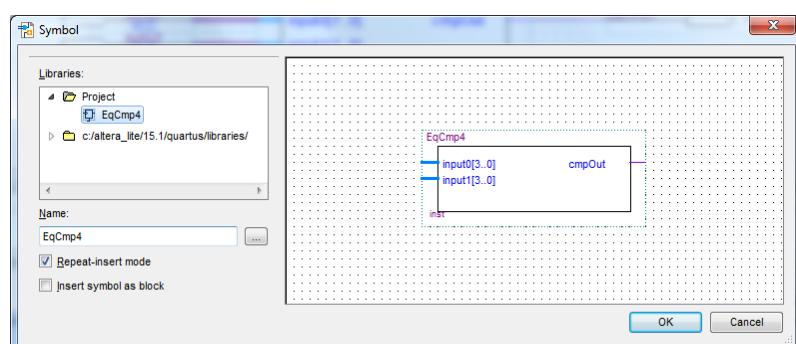
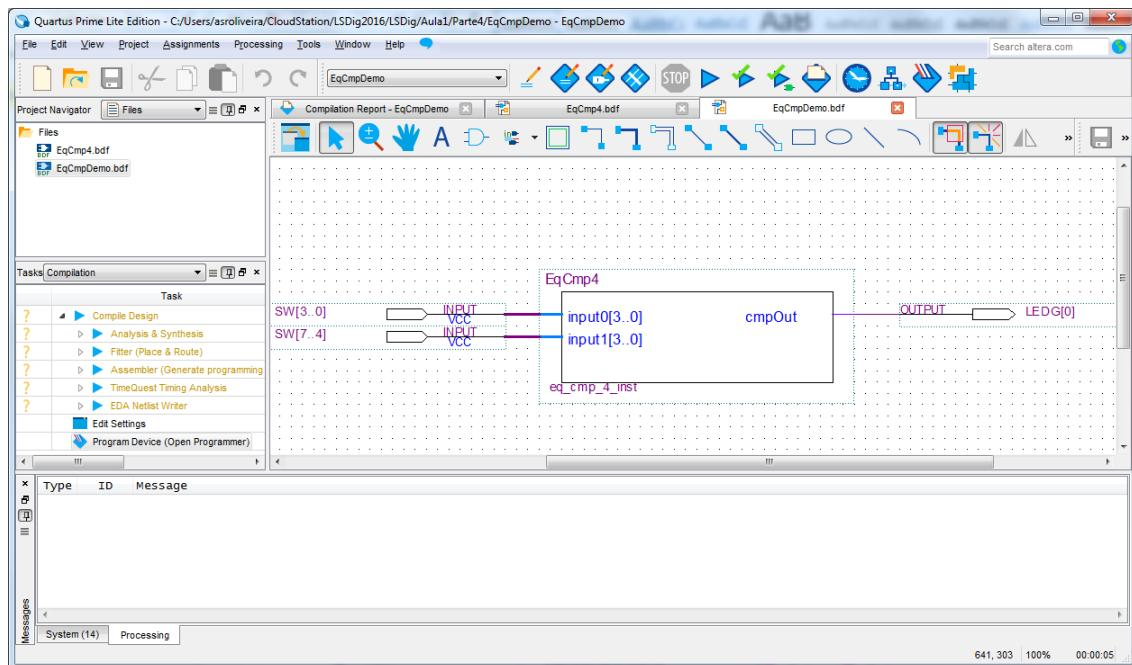

Figura 63 – Instanciação num diagrama esquemático do módulo “EqCmp4”.
Figura 64 – Interligação do módulo “EqCmp4” e dos portos de entrada e de saída e identificação dos diversos elementos do circuito no módulo “EqCmpDemo”.
- 4.** Crie um novo ficheiro para um diagrama esquemático, chamado “EqCmpDemo.bdf”, para instanciar o comparador de igualdade construído no ponto anterior (Figura 63) e efetuar a sua interligação a pinos da FPGA. Ligue a entrada “input0[3..0]” aos interruptores SW[3..0], a entrada “input1[3..0]” aos interruptores SW[7..4] e a saída “cmpOut” a LEDG[0] tal como ilustrado na Figura 64.